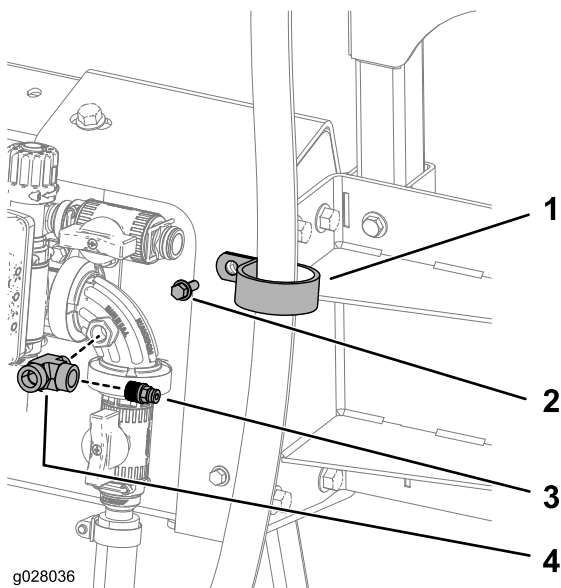

図 14
3. 90度フィッティングの空いているポートにカップラを取り付ける 図 13 と 図 14。
5. 図 14 のように、ホース 180cm を上側ブラケットに固定する R クランプ 1 本、ボルト 1/4-20 x 3/4 インチ 1 本、ナット 1/4-20 インチ 1 個を使用する。
6. T字フィッティングのねじ山部にテフロンテープを巻いて制御バルブに取り付ける 図 14。
7. カップラのねじ山部にテフロンテープを巻いてT字フィッティングに取り付ける 図 14。